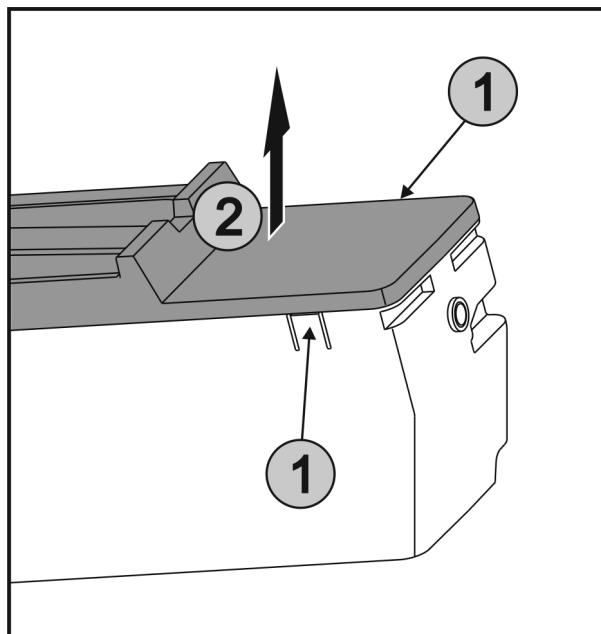

Fig. 71
- Натиснете едновременно езичетата Fig. 71 (1) от двете страни на EasyTwist-Ice и свалете капака Fig. 71 (2) нагоре.